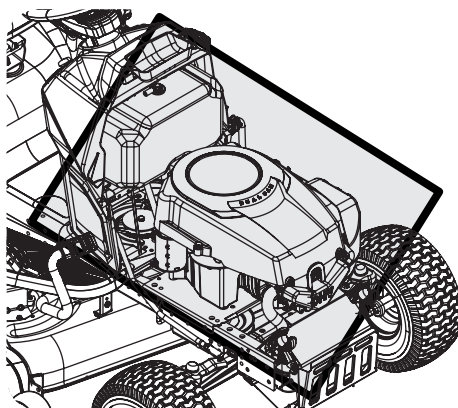

Figura 4-2
- Clean bajo el capó. Colector de escape, alrededor de fusibles, todo el cableado y arneses, tubo silenciador, escudo de silenciador, pantallas de admisión del motor y las aletas de refrigeración, etc. Vea la Figura 4-2.